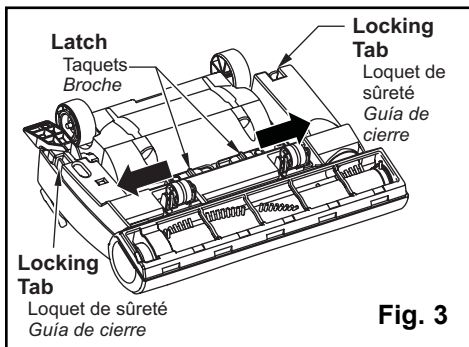

Fig. 3
- Tourner la plaque inférieure jusqu'à ce que les loquets s'enclenchent, puis pousser les deux (2) taquets vers l'extérieur (Fig. 3).
- Apriete la placa inferior hasta que las lengüetas de cierre estén bien instaladas y luego empuje hacia afuera los dos (2) pestillos (Fig 3).
- **Rotate lower plate until locking tabs snap into place then push the two (2) latches outward. (Fig. 3)**